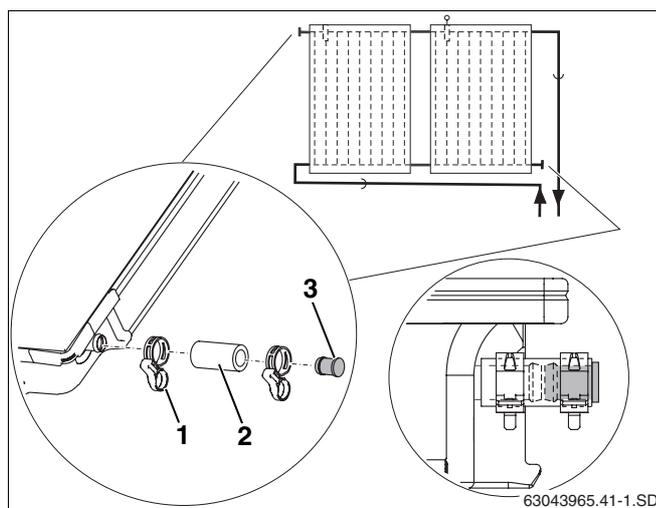

Fig. 43 Montage du bouchon plein et de la bride du compensateur
- Insérez les tubes solaires de 55 mm (fig. 43, **pos. 2**) avec le bouchon plein prémonté, sur les deux raccords libres du champ de capteurs.